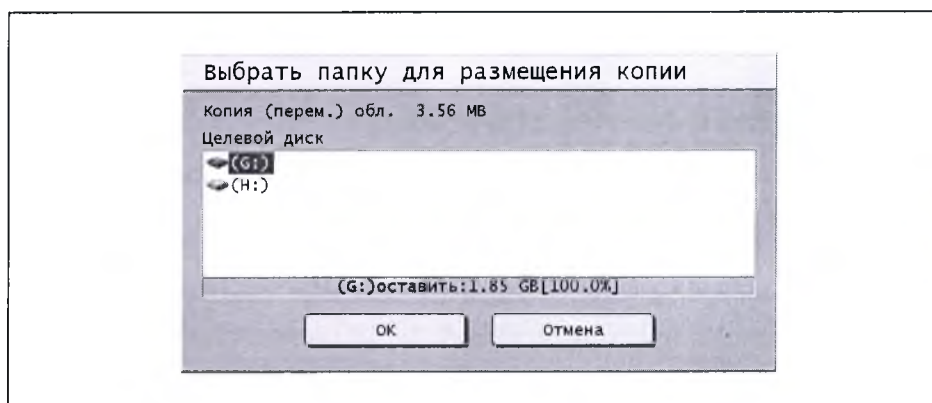

Рисунок 7.261
- 4 При подключении нескольких накопителей, включая съемное запоминающее устройство или внешнее устройство хранения, появляется меню выбора принимающего накопителя. Выберите принимающий накопитель и нажмите клавишу [OK] для начала перемещения (см. рис. 7.261).